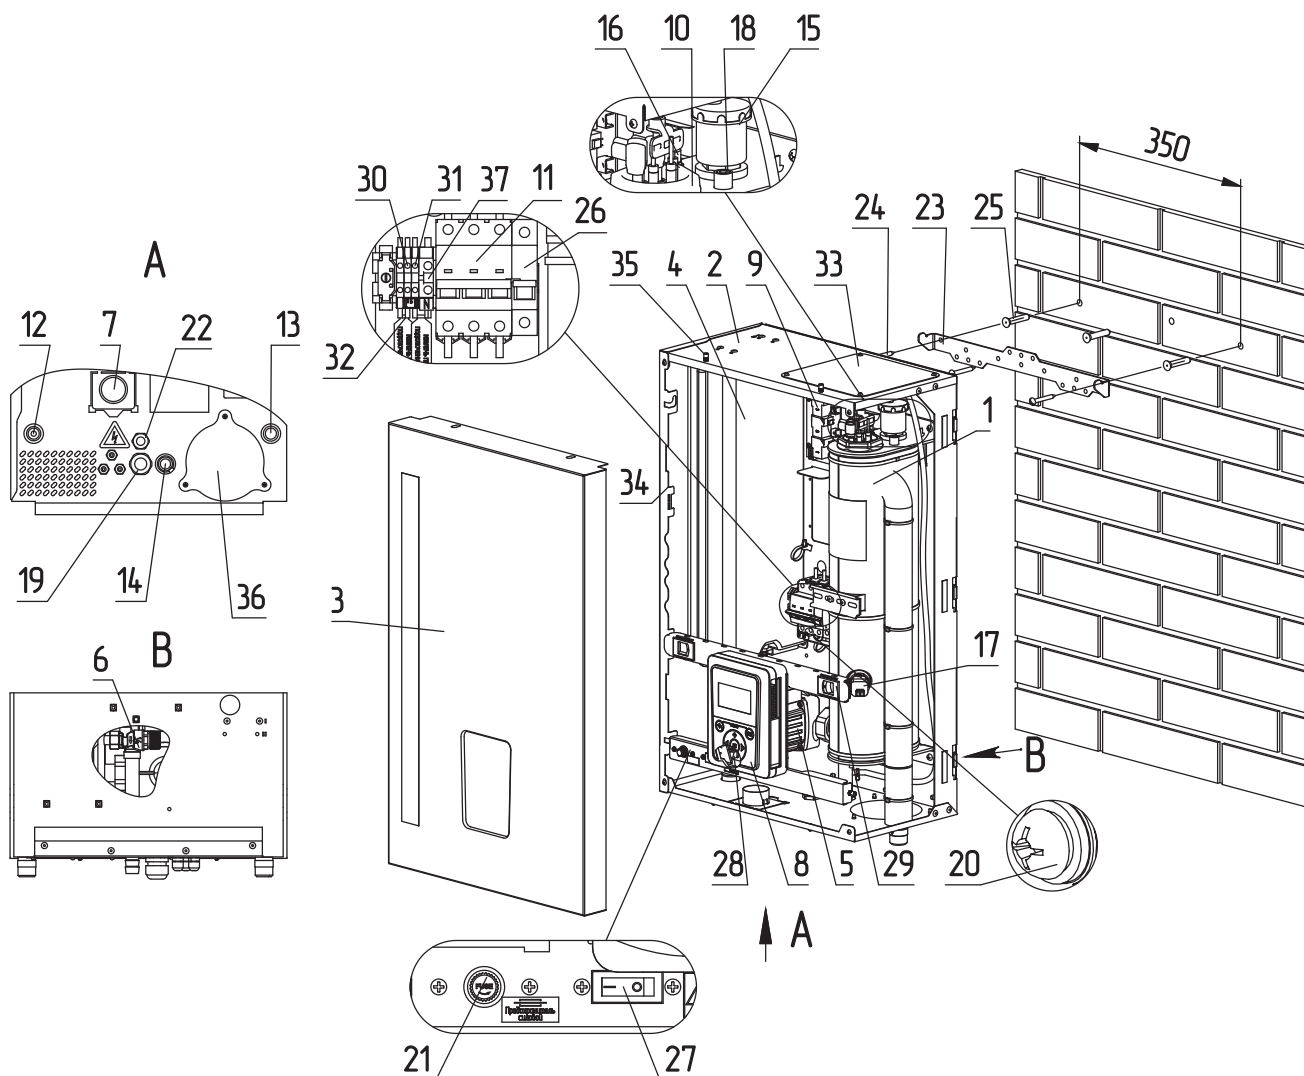
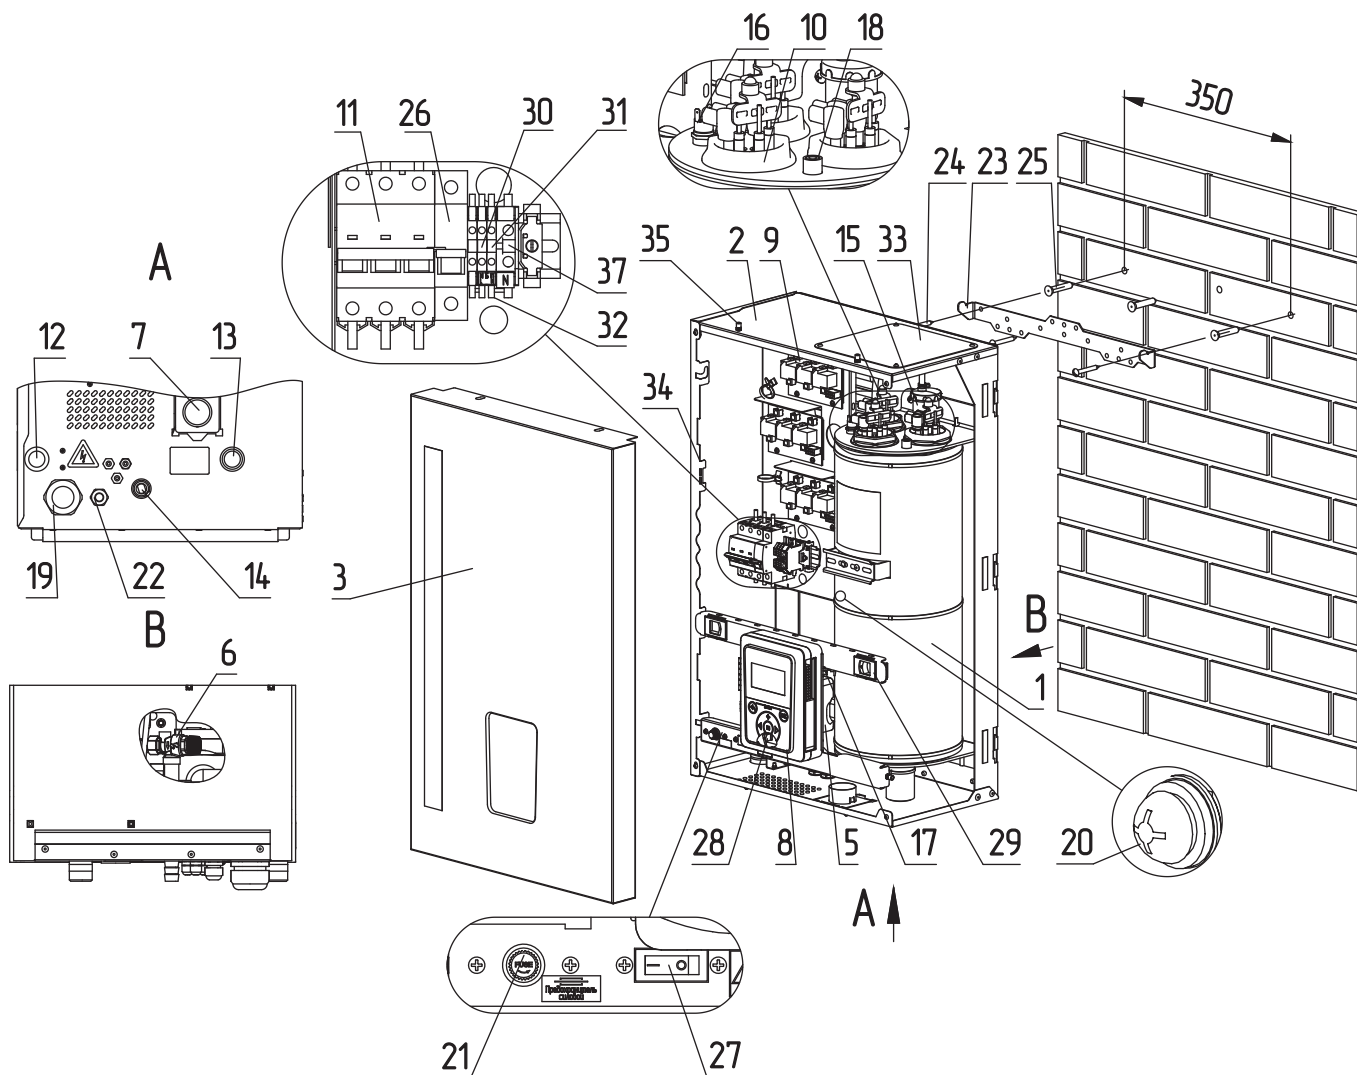

Рис. 4 Устройство электрического котла ZOTA МК-X 4,5-24 кВт
Рис. 5 Устройство электрического котла ZOTA МК-X 30-36 кВт
Закрепите настенный кронштейн на вертикальной поверхности в необходимом месте с помощью шурупов, входящих в комплект, и установите на него котел, как показано на **Рис. 4, Рис. 5**.
- Извлечь перемычки (**Рис. 4, Рис. 5, поз. 32**);
- Подключить провода фазы «L» к колодке (**Рис. 4, Рис. 5, поз. 30**);
- Подключить провода нейтрали «N» к колодке (**Рис. 4, Рис. 5, поз. 31**).
- Включить вводной автомат (**Рис. 4, Рис. 5, поз. 11**) вместе с расцепителем в верхнее положение;
- Перевести выключатель (**Рис. 4, Рис. 5, поз. 21**) в положение ВКЛ;